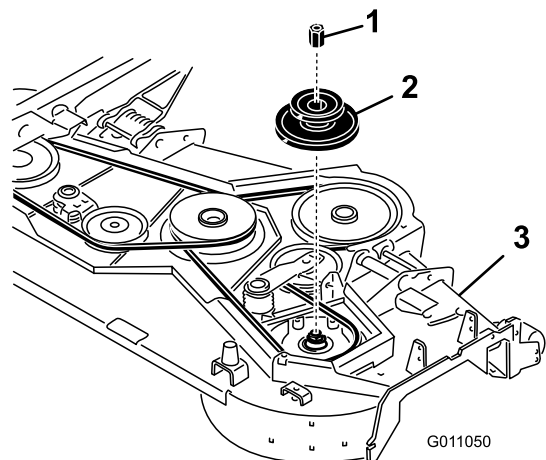

Bild 3
4. Stellen Sie einen Block unter die rechte Messerspindel unter dem Mähwerk, bevor Sie die rechte Riemenscheibe am Mähwerk entfernen (Bild 3). Dies verhindert, dass die Spindelbestandteile nach unten fallen, wenn die Riemenscheibenmutter entfernt wird.
5. Entfernen Sie die Riemenscheibenmutter und die Riemenscheibe (Bild 3). Heben Sie die Riemenscheibe und die Mutter zur späteren Wiederverwendung sicher auf.
6. Setzen Sie die neue doppelte Riemenscheibe auf die Spindel und befestigen Sie mit der neuen Riemenscheibenmutter (Bild 3). Ziehen Sie die Mutter mit 176-203 Nm an.